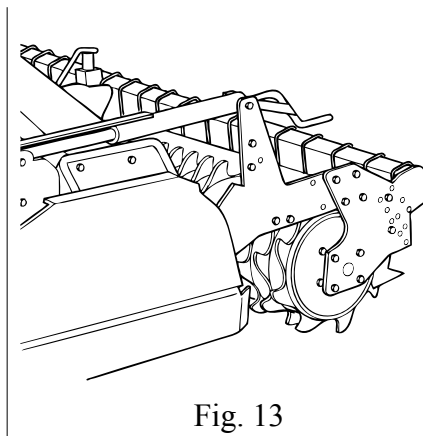

Fig. 13
2. Con martinetti a vite (Fig. 13). Questa soluzione si esegue con due martinetti a vite posti alle estremità della macchina e regolabili con astina graduata. Alzando il rullo si aumenta la profondità di lavoro, abbassandolo diminuisce.